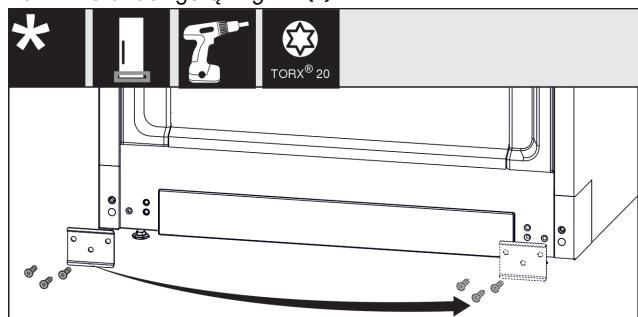

Fig. 13
- Atsukite skydelį, perkelkite į kitą pusę ir prisukite vėl. Fig. 13 (1)